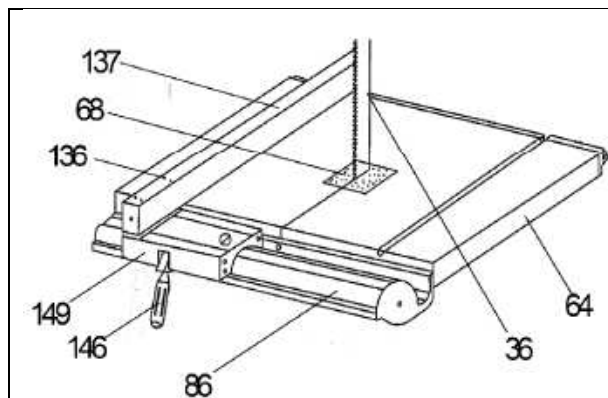

Рис. 2
1.7. Установить параллельный упор в сборе на поверхность рабочего стола, затем ослабить рукоятку (поз. 146) и вставить основание параллельного упора в направляющие, затем зафиксировать рукоятку для закрепления верхнего параллельного упора в сборе (Рис. 2,3).